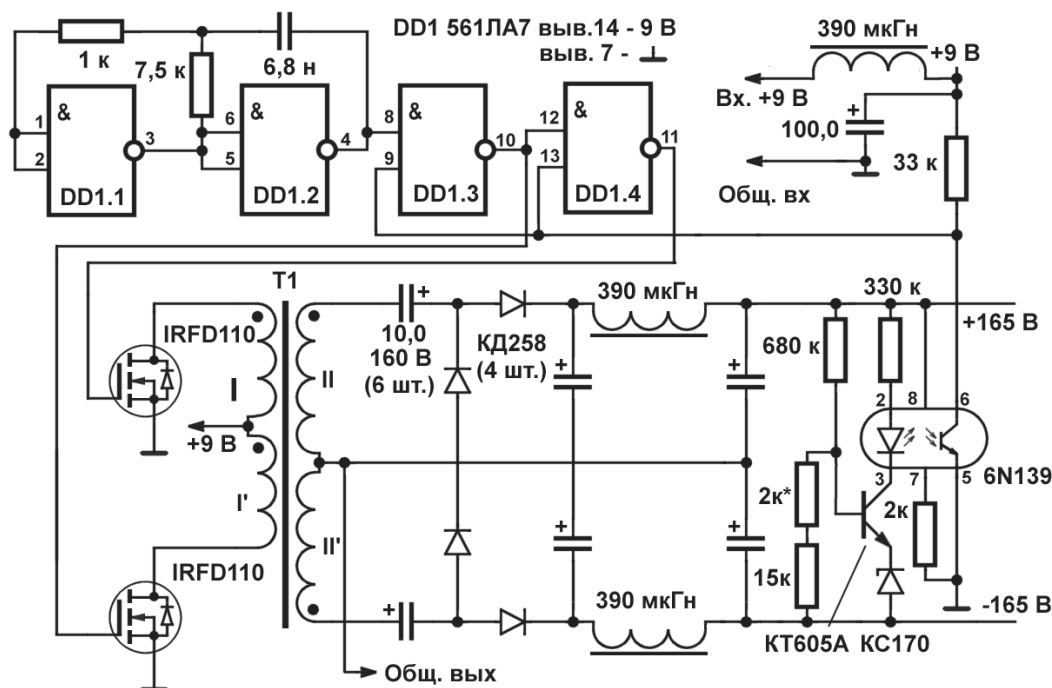
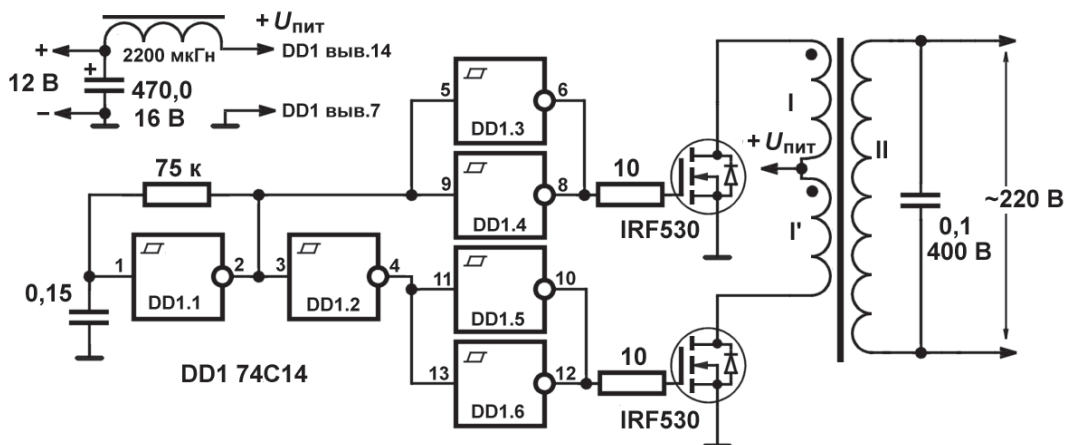

Рис. 9.19. Схема импульсного преобразователя с гальванической развязкой входа и выхода
Рис. 9.20. Преобразователь-инвертор =12 В / ~220 В
Более реально самостоятельно соорудить преобразователь постоянного напряжения (DC) в постоянное другой величины (преобразователь DC-DC) или в переменное (DC-AC, его еще часто называют *инвертором*). На рис. 9.19 приведена схема импульсного преобразователя с гальванической развязкой входа и выхода и стабилизацией выходного напряжения, пригодная для самостоятельного повторения. Эта
Главным недостатком рассматриваемой схемы с точки зрения КПД, однако, является не умножитель, а форма сигнала на первичных обмотках. Так как включение одного ключа и выключение другого совпадают во времени, существует момент, когда через обе обмотки течет сквозной ток. Это очень плохо сказывается на КПД и ведет к излишним потерям на нагревание транзисторов. Для небольших мощностей, как здесь, этим эффектом можно пренебречь, но для больших его приходится учитывать и разносить моменты включения одного ключа и выключения другого во времени. Это делается обычно с помощью специализированных микросхем для управления ключами (например, известной TL494), хотя несложно симитировать их на любом микроконтроллере. Добавим, что по схеме, аналогичной приведенной на рис. 9.19, построены многие фирменные преобразователи напряжения с развязкой входа и выхода. Такие готовые модули на самые различные напряжения (в том
Схему на рис. 9.19 очень легко переделать в преобразователь-инвертор из автомобильных 12 В постоянного тока в 220 В переменного. Один из вариантов такой схемы показан на рис. 9.20. Здесь генератор построен на элементе, называемом *триггером Шмитта* (подробнее о нем см. главу 16). Шесть таких элементов входят в микросхему 74C14, и «лишние» две пары из них служат для управления затворами мощных полевых транзисторов. Частота генератора снижена до ~50 Гц, часть